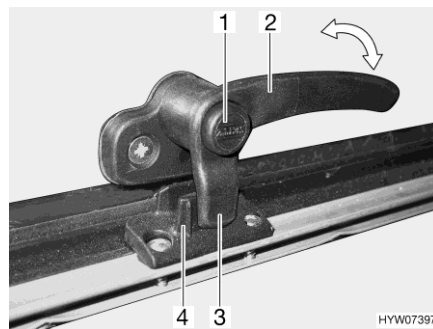
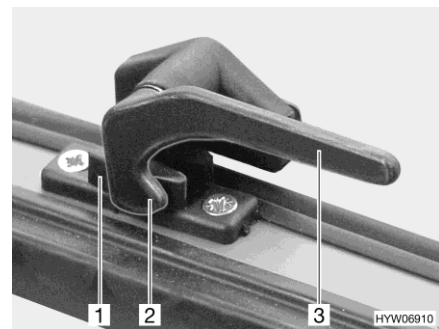

Fig. 89 Palanca de bloqueo con botón de seguridad en la posición "cerrada"
Fig. 90 Palanca de bloqueo en la posición "cerrada"
- Si existe, pulsar el botón de seguridad (Fig. 89,1) y mantenerlo pulsado.
- Girar la palanca de bloqueo (Fig. 89,2 ó Fig. 90,3) un cuarto de vuelta hacia la mitad de la ventana.
- Girar la palanca de bloqueo (Fig. 89,2 ó Fig. 90,3) un cuarto de vuelta hacia el marco de la ventana.
- El saliente de bloqueo (Fig. 89,3 ó Fig. 90,2) de la palanca de bloqueo se encuentra en la cara interior del bloqueo de la ventana (Fig. 89,4 ó Fig. 90,1).
- En la posición "cerrada fijamente" (Fig. 89 y Fig. 90)